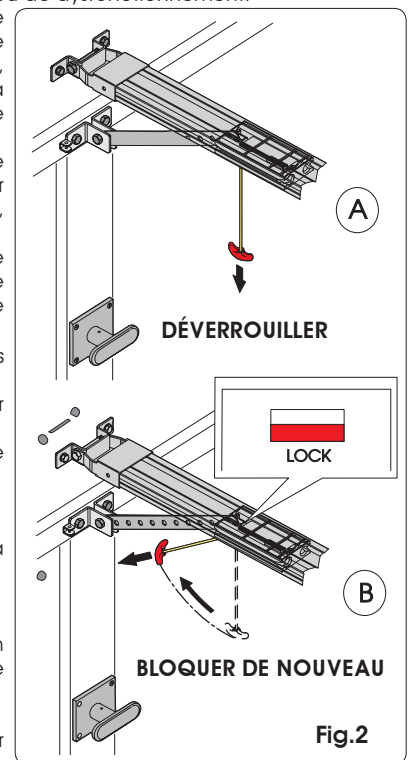

Fig.2
- Déverrouiller l'opérateur en tirant la poignée de déverrouillage vers le bas (Fig. 2 réf. A).
- Bloquer de nouveau l'automatisme en tirant la poignée horizontalement (Fig. 2 réf. B) et s'assurer qu'à la relâchement, la fenêtre "LOCK" sous le chariot est de couleur rouge, confirmant le réarmement correct.